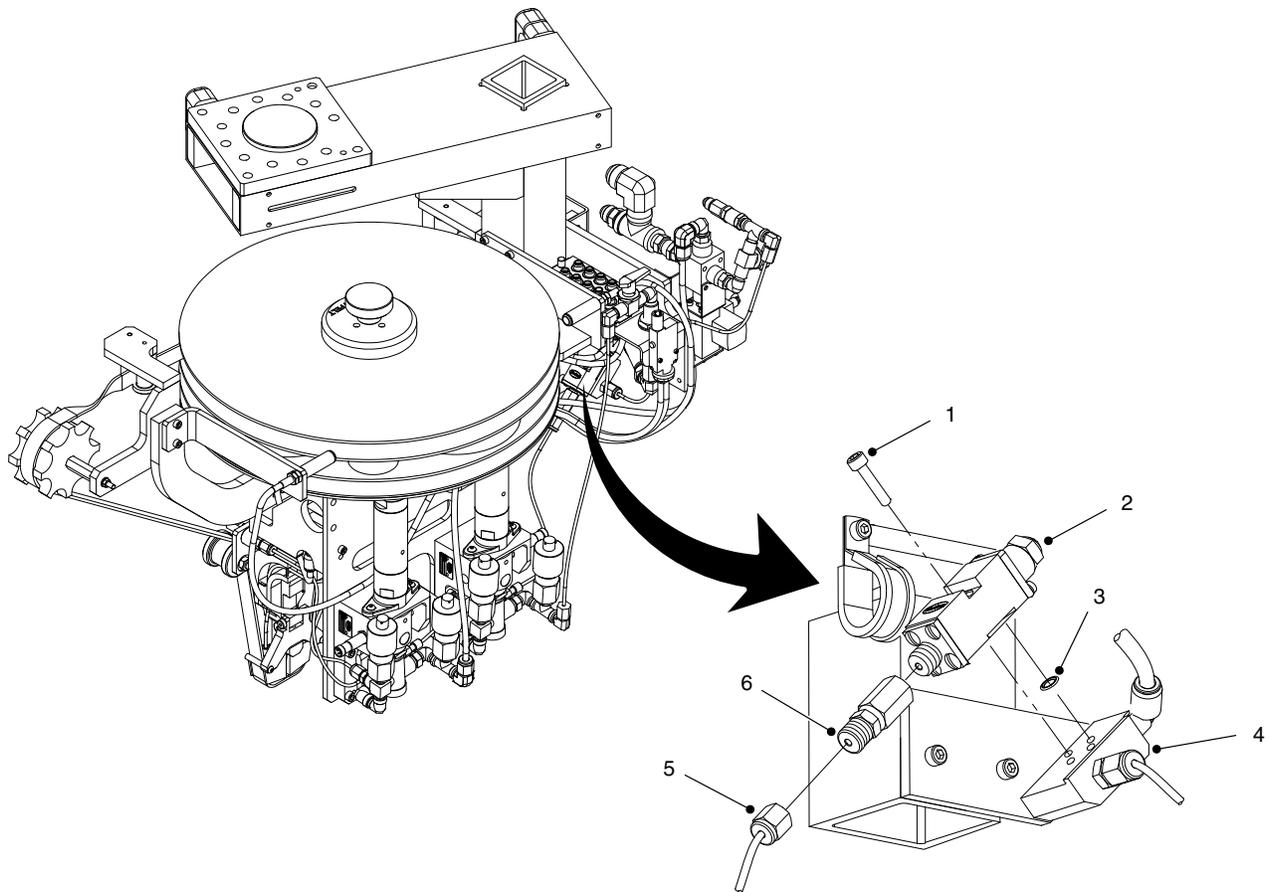

Abb. 3 Lösungsmittelventil
2. Siehe Abb. 3. Einen Abfallbehälter unter die Lösungsmittleitung (5) stellen. Die Lösungsmittleitung von der Anschlussverschraubung (6) trennen.
3. Die Schrauben (1) abnehmen, mit denen das Lösungsmittelventil am Verteilerblock (4) befestigt ist.
4. Die O-Ringe (3) vom Lösungsmittelventil abnehmen. Die O-Ringe entsorgen.
5. Die Verschraubung (6) vom Lösungsmittelventil (2) abnehmen.